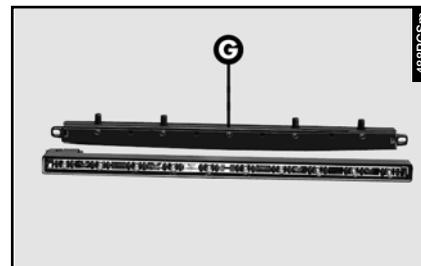

fig. 67
– Enlever le transparent (**G-fig. 67**) et remplacer l'ampoule concernée.